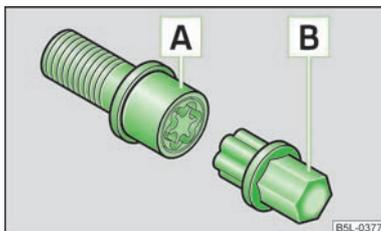

Fig. 133
- Spingere a fondo il lato dentato dell'adattatore nella dentatura interna del bullone in modo tale che da quest'ultimo sporga soltanto l'esagono esterno » fig. 133.